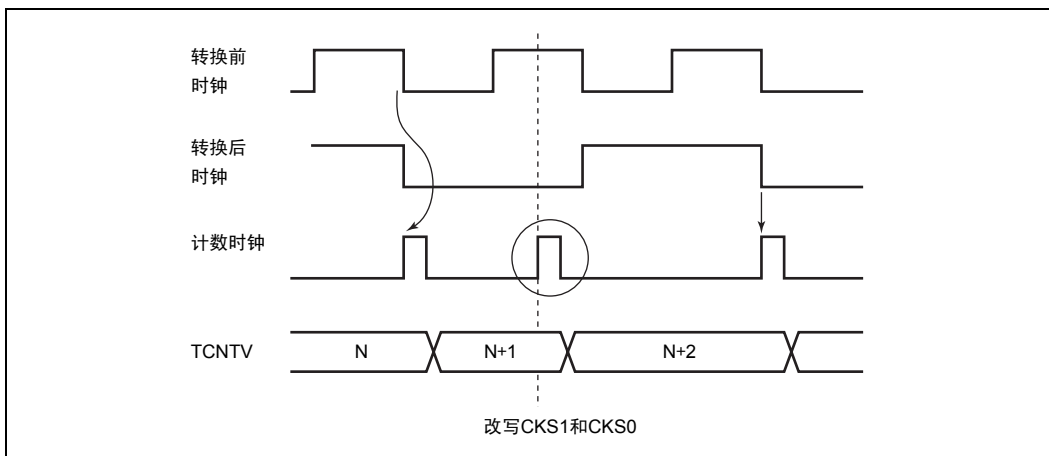

图 11.13 内部时钟的转换和 TCNTV 运行
- 根据转换内部时钟的时序，TCNTV有被累加计数的情况。在使用内部时钟时，如果检测出系统时钟（ ϕ ）分频后的内部时钟的下降沿，就产生一个计数时钟。因此，如图11.13所示，如果按照转换前的时钟“高”电平→转换后的时钟“低”电平的时序转换时钟，把转换时序视作下降沿，就产生计数时钟，TCNTV被累加计数。另外，在转换内部时钟和外部时钟时，TCNTV也有可能被累加计数。